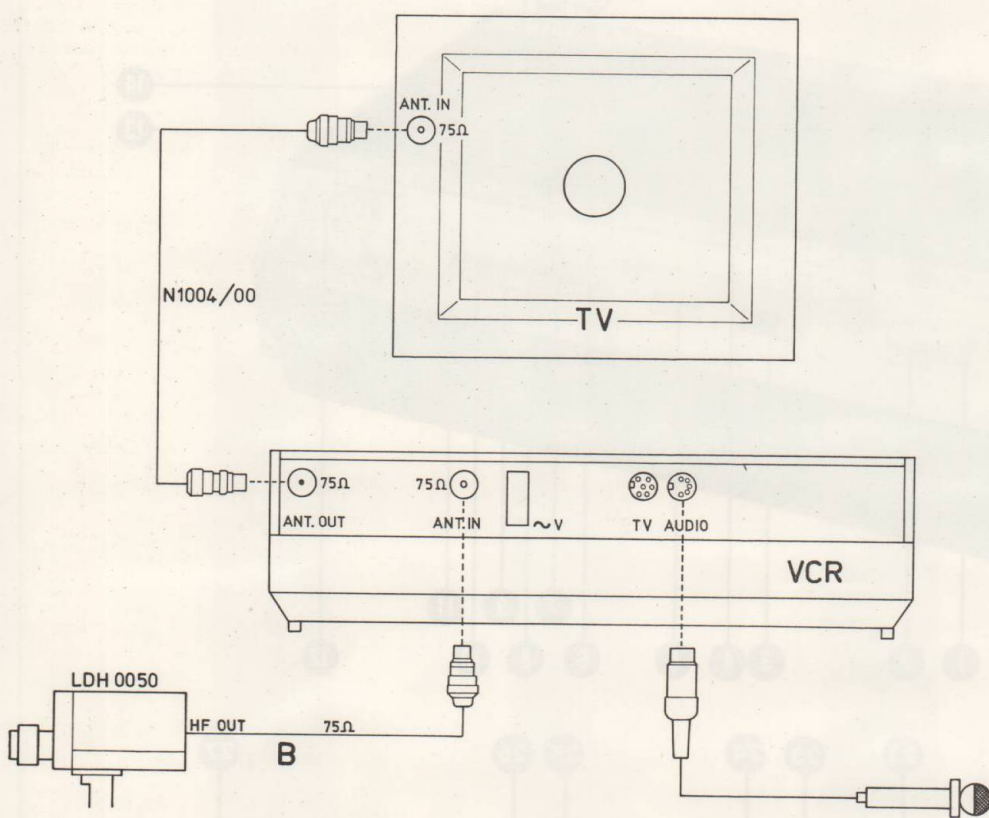

Fig. 3b
Aansluiten van een camera (zie fig. 3b)
Door op de audio-aansluiting (26) een microfoon, grammofoon of een bandrecorder aan te sluiten (zie fig. 3b) is het mogelijk bij gebruik van een camera tegelijkertijd een geluidsopname te maken.